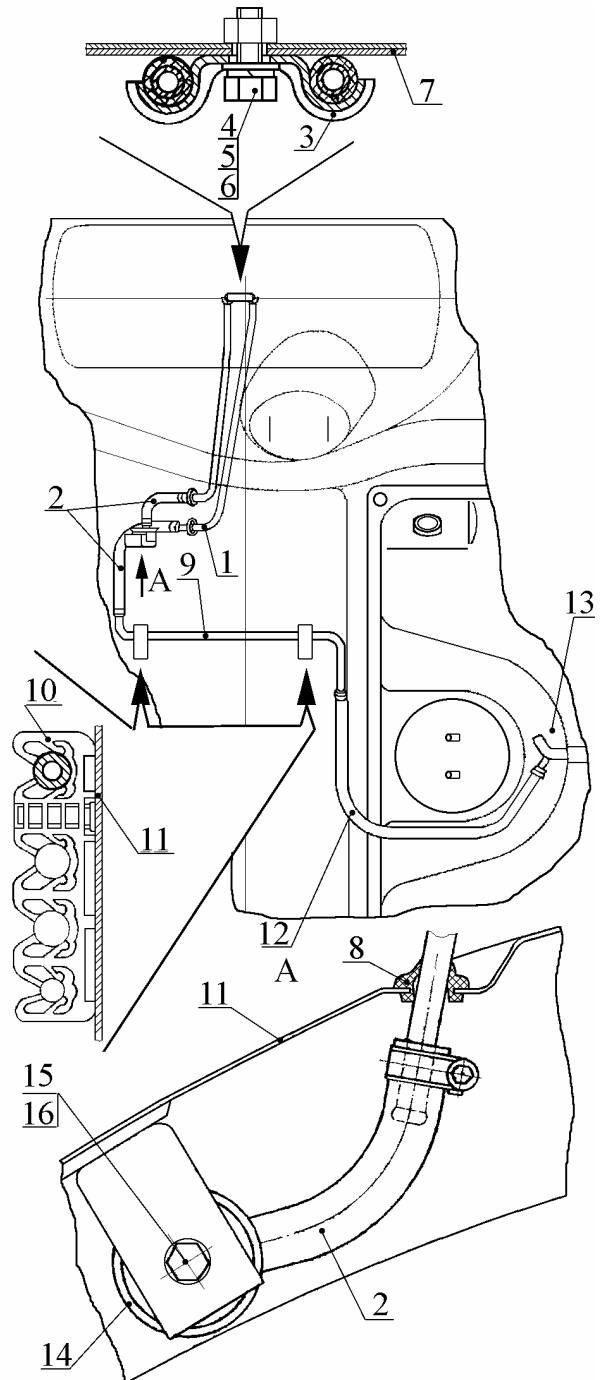

Рис. 20. Снятие пароотводящей трубки:
4.16.4. Снять пароотводящую трубку 1 (рис. 20), отсоединив шланги 2, сняв скобу поддерживающую 3, отвинтив и сняв болт 4 с пружинной 5 и плоской шайбой 6, крепления трубки к панели боковины правой 7.